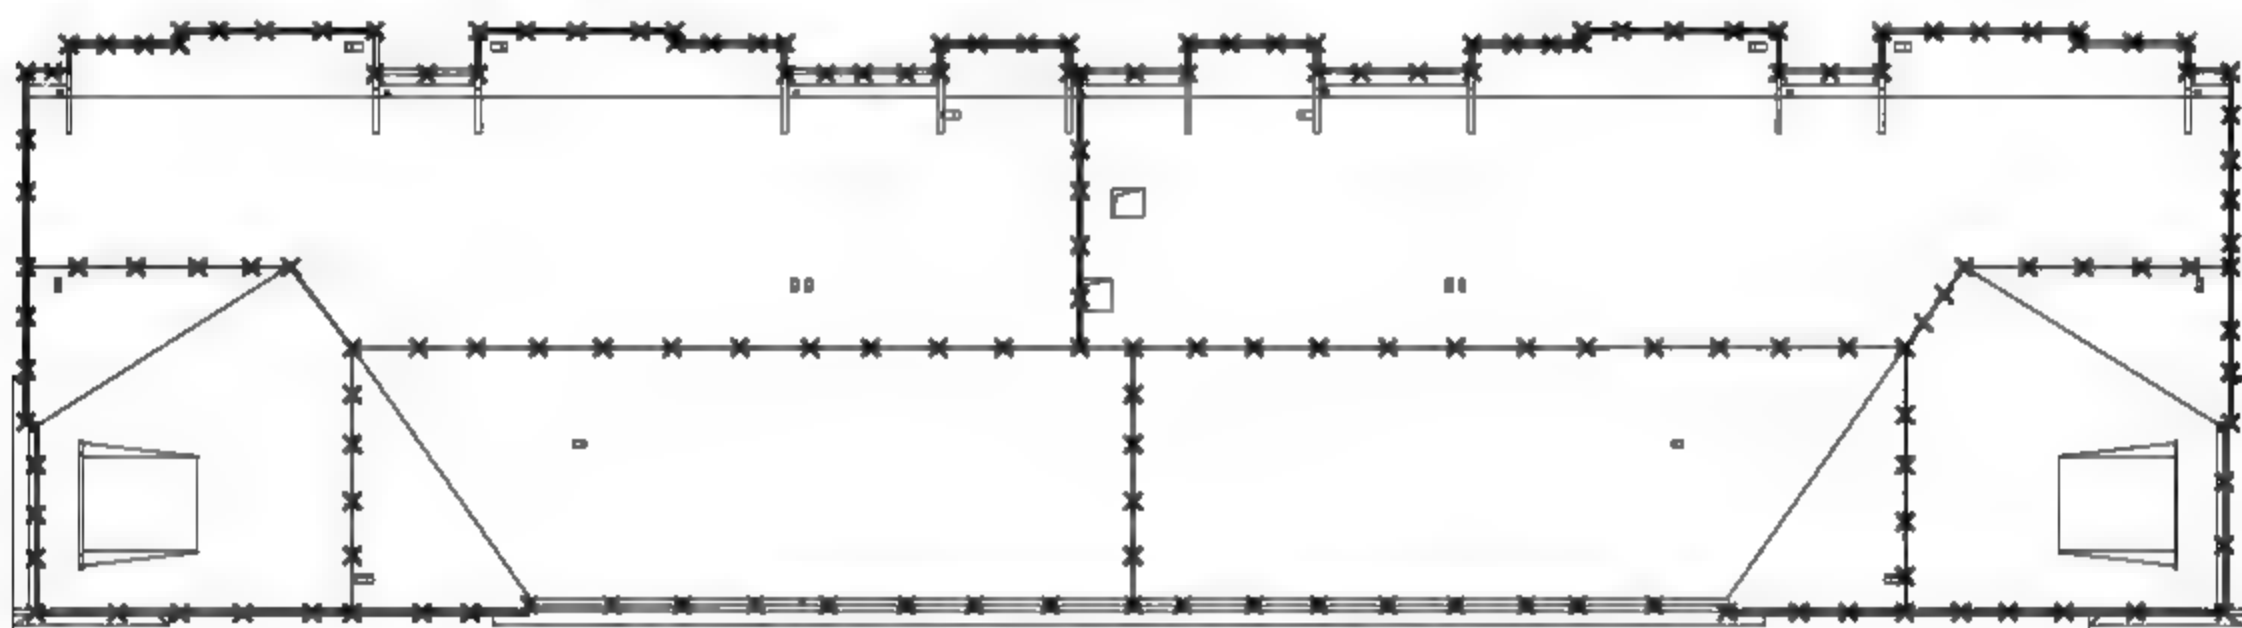

图12-26 绘制结果
**03** 使用上述的操作方法，绘制屋面接闪线及支持卡，结果如图12-26所示。